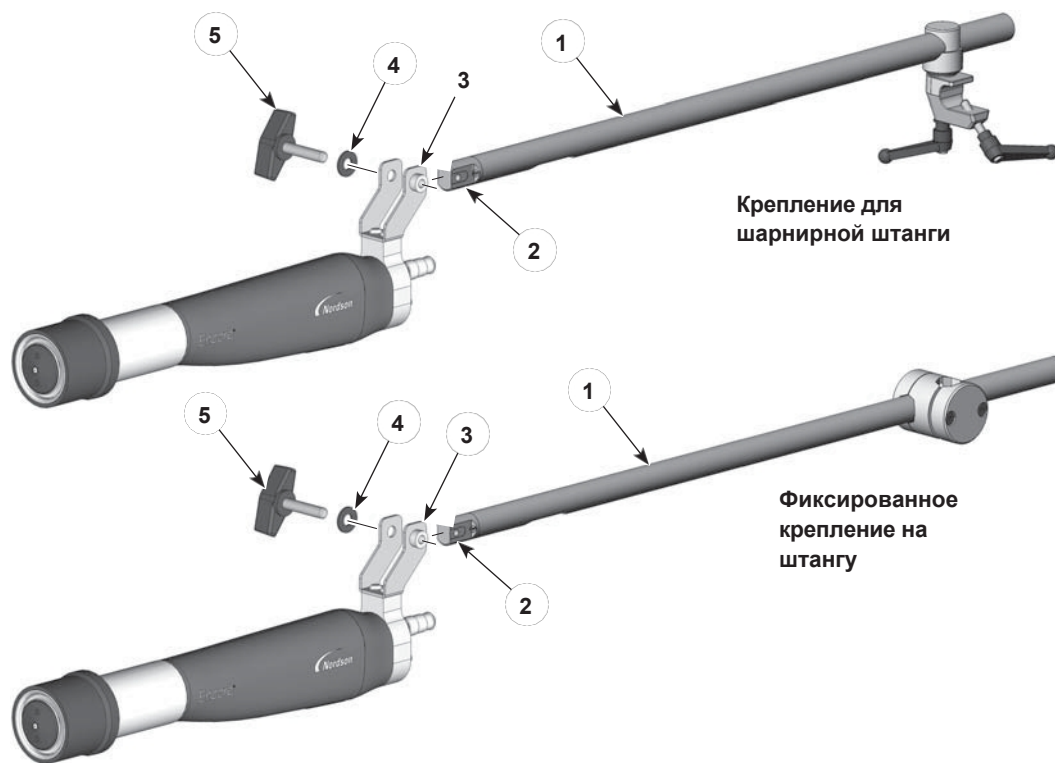
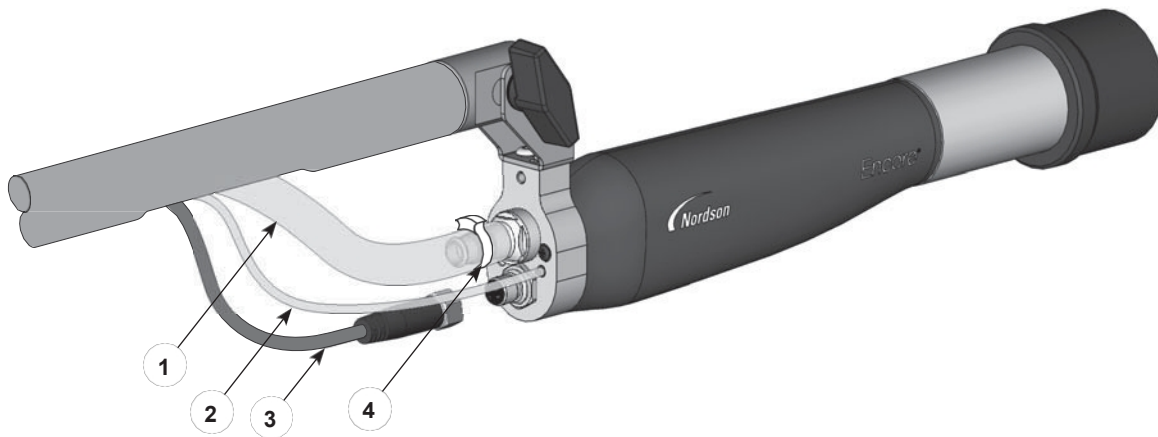

Рисунок 4 Дополнительные комплекты для крепления на штангу
Рисунок 5 Пистолет
См. рисунок 4. Эти дополнительные комплекты для крепления на штангу имеют большой внутренний диаметр регулировочных стержней (1), через которые можно проложить шланг для порошка, воздушные трубки и кабель пистолета. Адаптер трубки (2), поставляемый с пистолетом-распылителем, не может использоваться с этими комплектами. Его необходимо заменить на адаптер трубки, входящий в комплект.
1. Открутите и снимите ручку и шайбу (5, 4) с кронштейна крепления пистолета (3).
3. Вставьте конец дополнительного трубчатого адаптера (2) в кронштейн пистолета и совместите отверстия на конце трубчатого адаптера с отверстиями в кронштейне пистолета.
5. См. рисунок 5. Протяните (в следующем порядке) кабель пистолета, 4-миллиметровую трубку для промывки воздуха с прозрачным электродом и шланг для порошка через торцевую монтажную трубку и через вырез. Подключите их к пистолету-распылителю, как показано на рисунке 5.